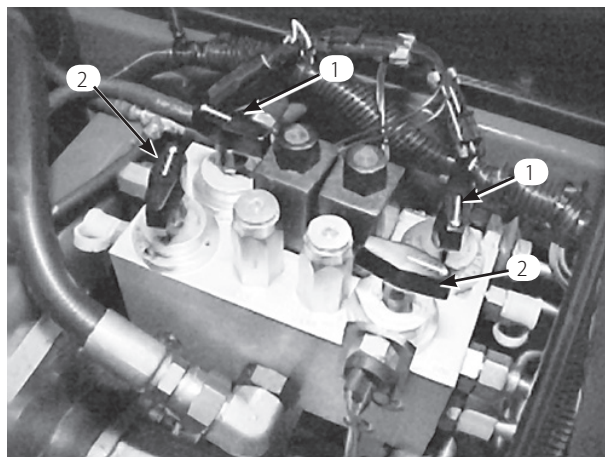

図 72
3. リール速度セクタとバックラップ・ノブを探し出す（図72）。バックラップ・ノブをバックラップ位置にセットし、速度ノブを「1」にセットする。